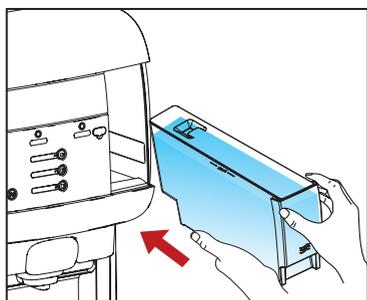

図4
4. 新しい清浄な水を給水タンクのMAXの線まで補充し、ディスペンサーに元通りに取り付けます。(図4を参照)